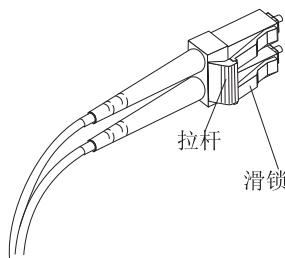

图 33. LC-LC 光纤通道电缆拉杆和滑锁
1. 如图 33 中所示, 在 LC-LC 电缆连接到 SFP 模块或主机总线适配器的一端, 按住拉杆不放以松开滑锁。